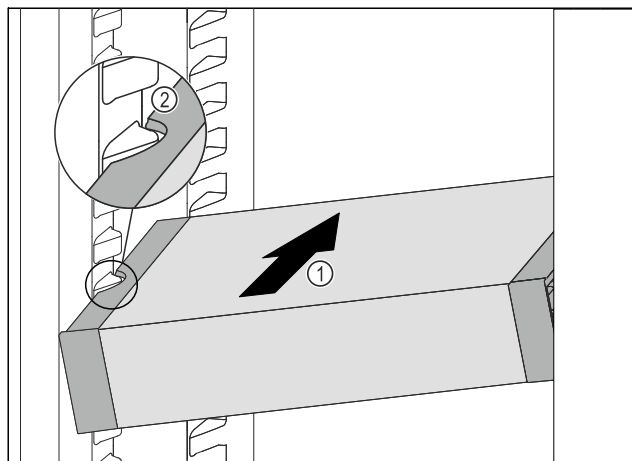

Fig. 103
- 将 VarioSafe 斜插入冷藏区中 Fig. 103 (1)，直至 VarioSafe 的侧部凹槽 Fig. 103 (2) 与冷藏区中的容器肋梁持平。